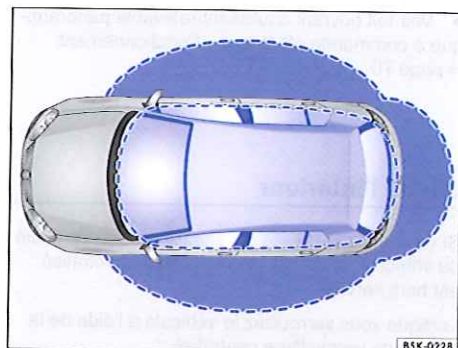

Fig. 29 Système sans clé de fermeture et de démarrage Keyless Access : zones de proximité.
Le système Keyless Access est un système sans clé de fermeture et de démarrage qui permet de verrouiller et de déverrouiller le véhicule sans utilisation active de la clé du véhicule. Pour cela, il suffit qu'une clé de véhicule valable se trouve à proximité \Rightarrow fig. 29 du véhicule et que vous touchiez l'une des surfaces de détection intégrées aux poignées de porte avant \Rightarrow fig. 30 ou que vous actionniez la touche intégrée au hayon \Rightarrow page 64 \Rightarrow ①.
Lorsqu'une clé de véhicule valable se trouve à proximité du véhicule \Rightarrow fig. 29, le système sans clé de fermeture et de démarrage Keyless Access autorise l'accès dès que la surface de détection correspondante sur la poignée de porte du conducteur ou du passager avant ou la touche intégrée au hayon est actionnée. Vous pouvez ensuite exécuter les fonctions suivantes sans utilisation active de la clé du véhicule :
Si, le véhicule étant verrouillé, une clé de véhicule valable se trouve dans la zone de proximité → fig. 29 du hayon, le hayon se déverrouille automatiquement lors de son ouverture.